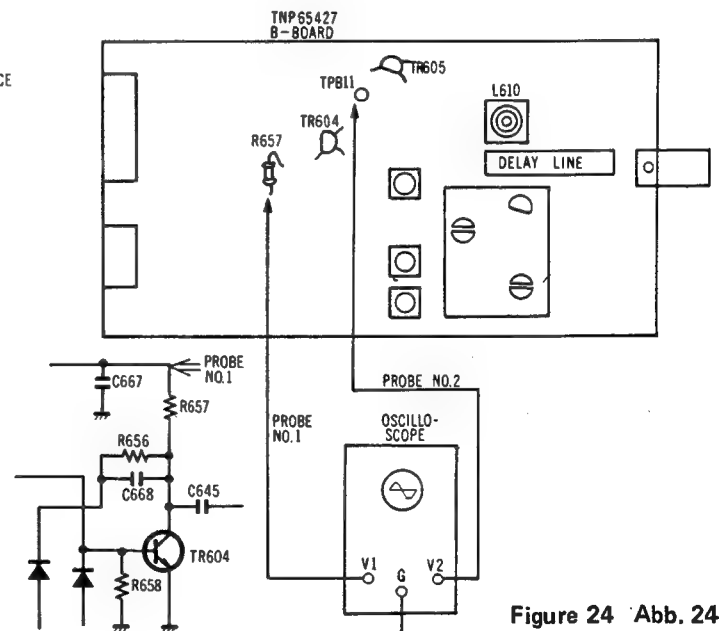

Figure 24 Abb. 24
1. Use dual-trace oscilloscope and connect two probes as in figure 24.
1. Einen Zweistrahl-Oszillographen verwenden und den Messkopf nach Abb. 24 anschliessen.